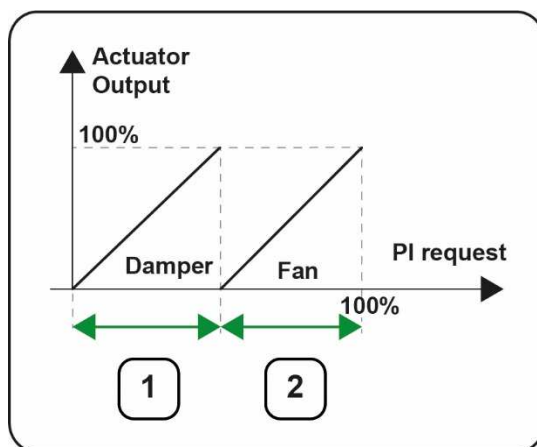

Fig 13 - Regolatore della qualità aria
1. incrementando l'uscita delle serrande esterne modulanti (**1 -Fig 13**);
2. sui ventilatori modulanti (**2 -Fig 13**), come descritto a seguire: